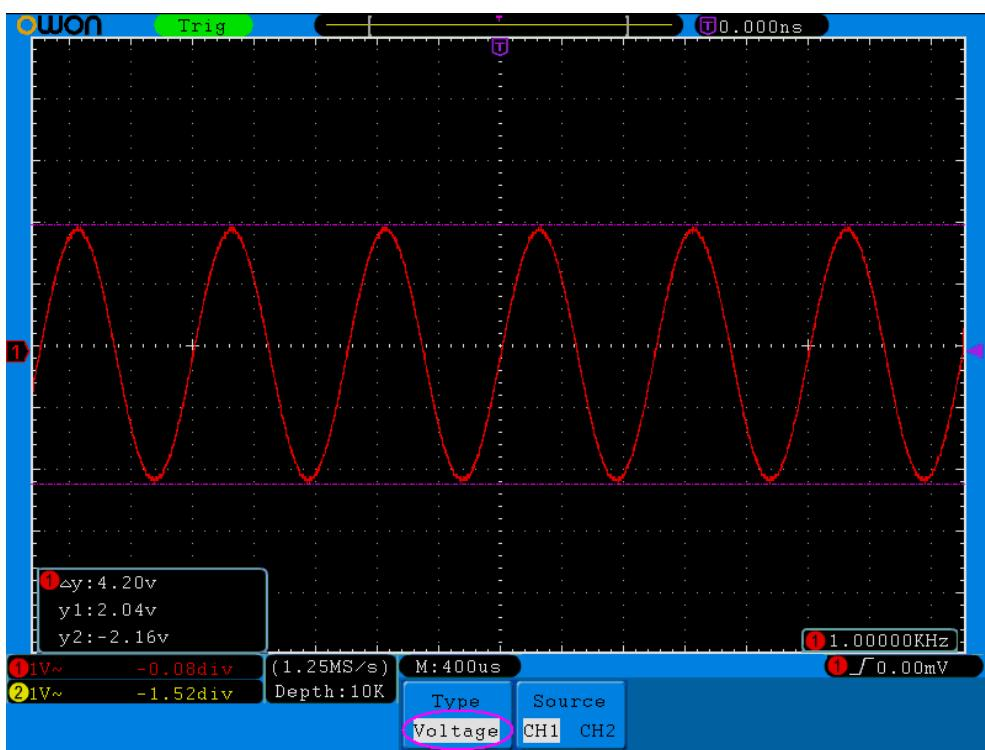

Рисунок 5-62 Использование курсоров для измерения напряжения
- Переместите курсоры 1 и 2 в нужное положение в соответствии с формой сигнала с помощью регуляторов **VERTICAL POSITION**; в окне слева внизу экрана будут отображаться значение напряжения между курсорами 1 и 2, а также значения напряжения, соответствующие положениям курсоров (см. рис. 5-62).